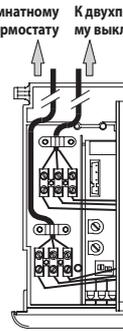

Рис. 4.8
Путь кабеля или проводов питания и комнатного термостата должны повторять маршрут, изображенный на рисунке (Рис. 4.8).
Путь кабеля или проводов питания комнатного термостата или зональных клапанов должны повторять маршрут и блокироваться так, как показано на рисунке (Рис. 4.8).
- Для установки интервалов повторного включения сигнальные индикаторы 1 (Рис. 3.2) должны находиться в состоянии, изображенном на следующем рисунке (см. Рис. 4.8) (условные обозначения индикаторов см. на с. 4).